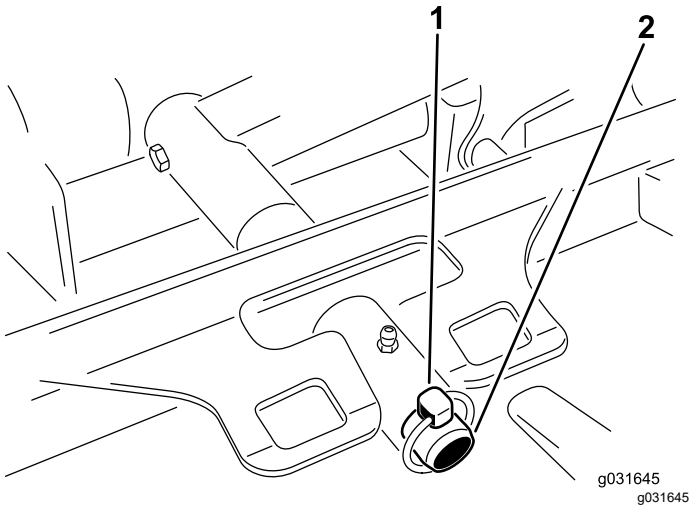

Bild 69
- Entfernen Sie den Klappstecker oder die Befestigungsmutter, mit der der Mähwerkträgerrahmen am Hubarm-Lagerbolzen befestigt ist (Bild 69).
- Schieben Sie den Mähwerkträgerrahmen auf den Lagerbolzen des Hubarms und befestigen ihn mit dem Klappstecker oder der Befestigungsmutter (Bild 69).